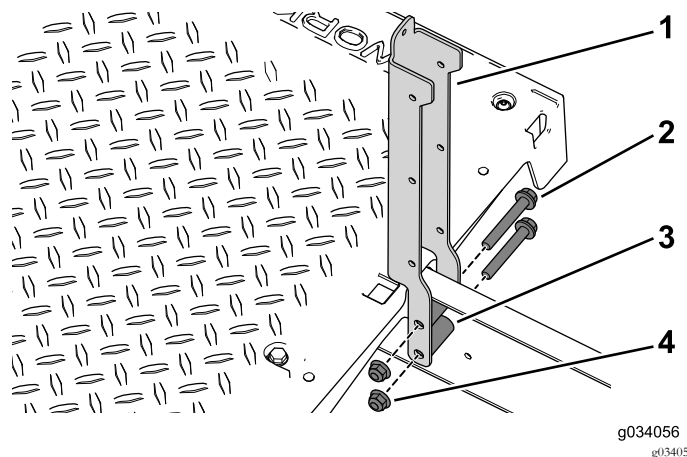

图93
2. 使用 4 个凸缘螺栓 3/8 x 2-1/2 英寸、隔片和凸缘螺母将左、右座椅支架固定到机器图93。